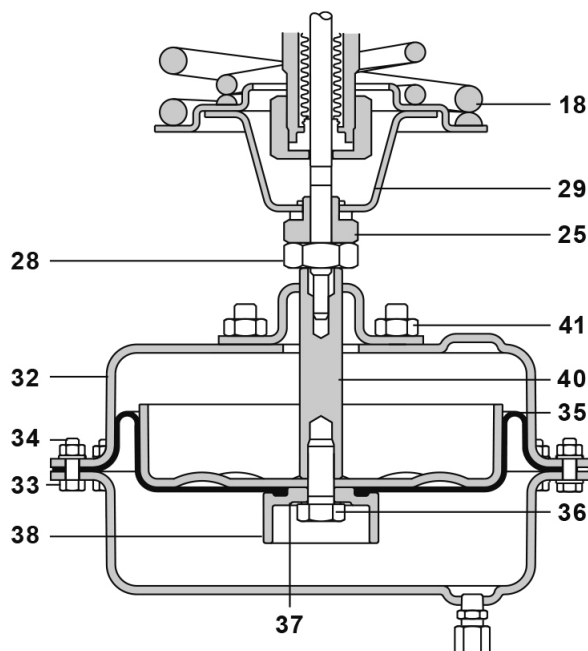

Fig. 9 DN32 au DN50
4.4.1 Remplacement de la membrane du servomoteur et de la rondelle d'étanchéité (Fig. 9)